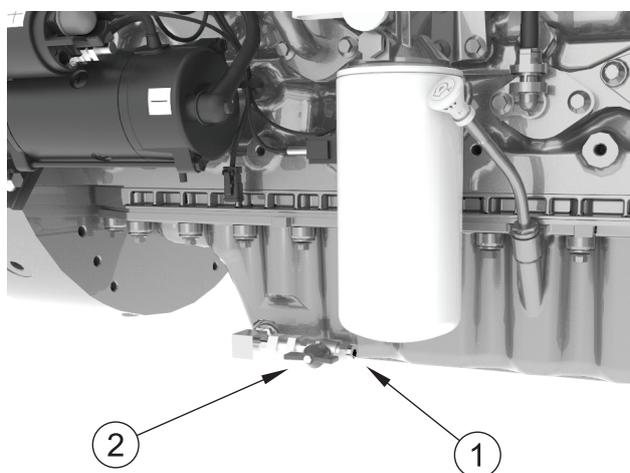

Figure 28
1. Retirez le bouchon de vidange (figure 28, repère 1).